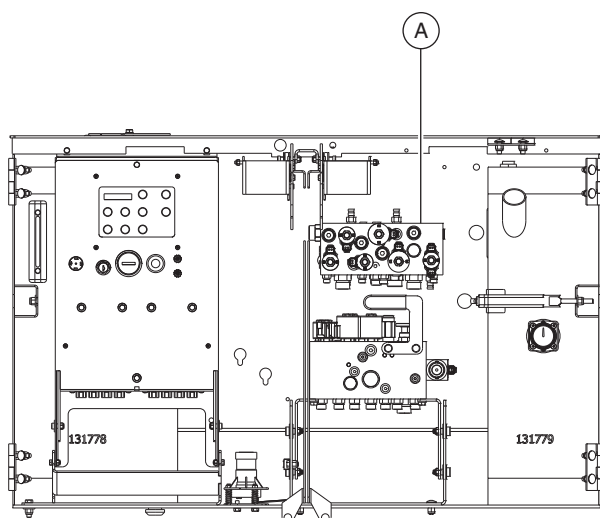

Ilustración 1
- 1 Abra el compartimento de los mandos del suelo y localice el distribuidor de funciones. Vea la ilustración 1, punto A.